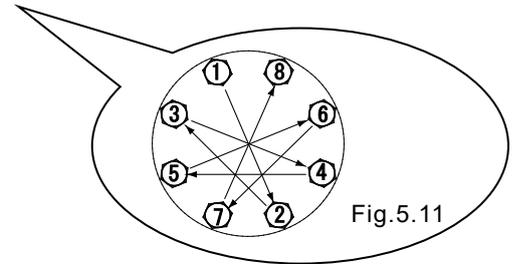

Fig.5.11
- Apriete los tornillos gradualmente en secuencia con una diagonal incluso par. (consulte Fig. 5.11)